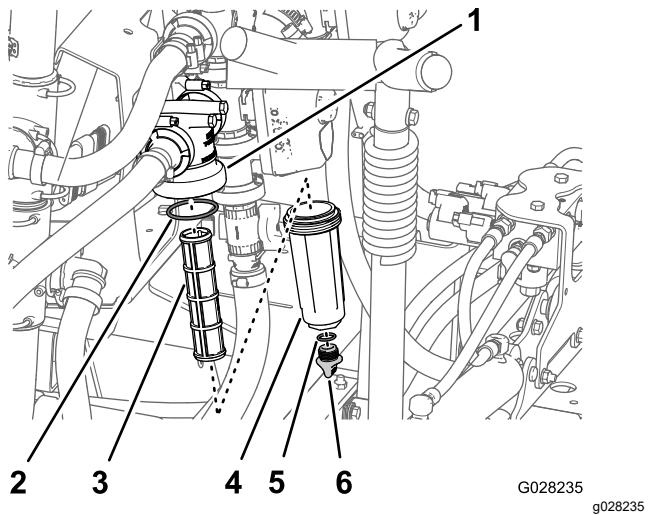

Figura 147
- Coloque un recipiente de drenaje debajo del filtro de presión (Figura 147).
- Gire el tapón de vaciado en sentido antihorario y retírelo de la cubeta del filtro de presión (Figura 147).
- Enrosque la cubeta en sentido antihorario y retírela de la cabeza del filtro (Figura 147).
- Retire el elemento usado del filtro de presión (Figura 147).
- Inspeccione la junta tórica del tapón de vaciado (situada dentro de la cubeta) y la junta tórica de la cubeta (situada dentro de la cabeza del filtro) en busca de daños o desgaste (Figura 147).
- Instale el elemento nuevo del filtro de presión en la cabeza del filtro (Figura 147).
- Instale la cubeta en la cabeza del filtro, y apriétela a mano (Figura 147).
- Instale el tapón en la cubeta, y apriételo a mano (Figura 147).